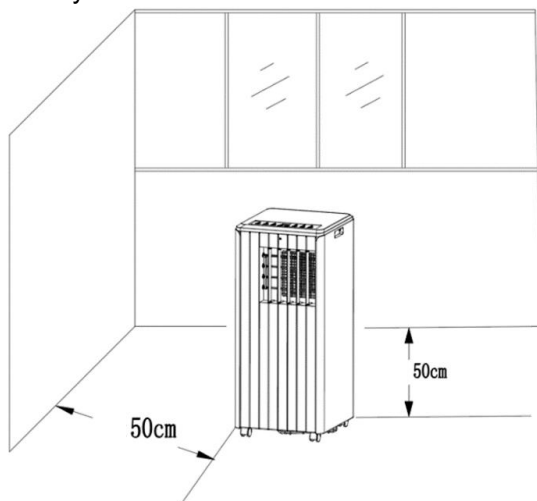
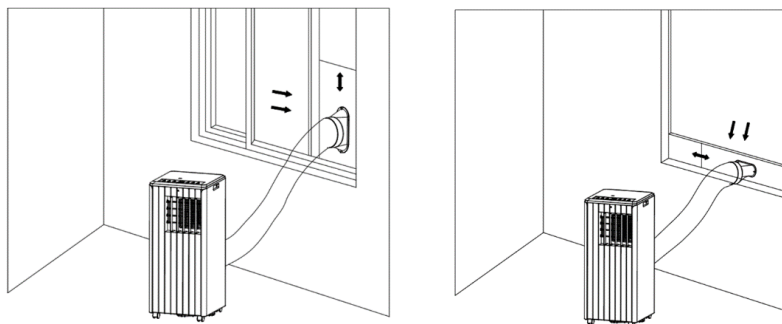

Рис. 3
Рис. 4
- 2.1. Приоткройте окно наполовину и установите на окно уплотнительную пластину в собранном виде (как показано на рис.3 и рис.4). Компоненты можно размещать в горизонтальном и вертикальном направлениях.